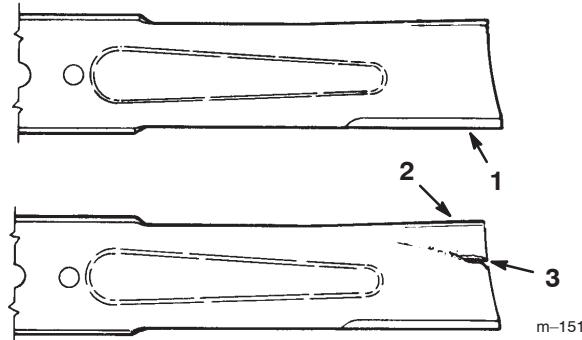

Bild 35
- Untersuchen Sie die Schnittkanten (Bild 35). Entfernen und schärfen Sie die Messer, wenn die Schnittkanten nicht scharf sind oder Auskerbungen aufweisen. Siehe „Schärfen der Messer“ auf Seite 35.
- Untersuchen Sie die Schnittmesser, insbesondere den gebogenen Bereich (Bild 35). Montieren Sie, wenn Sie Schäden, Verschleiß oder Rillenbildung in diesem Bereich feststellen (Punkt 3 in Bild 35), sofort ein neues Schnittmesser.